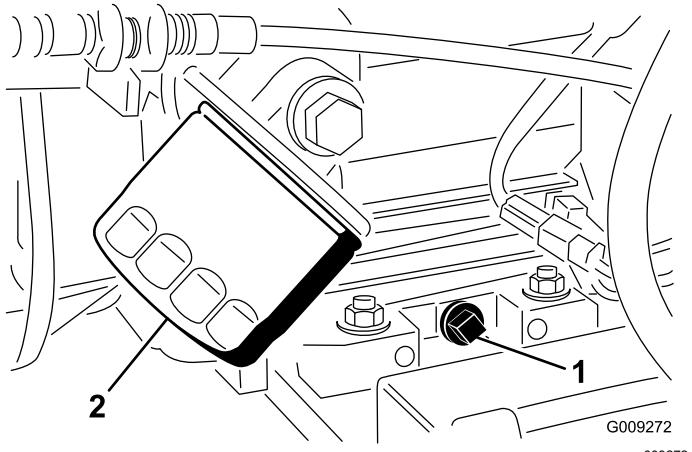

Figure 35
- Placez un grand bac de vidange sous le bouchon de vidange d'huile (Figure 35).
- Retirez le bouchon de vidange et faites couler l'huile dans un bac de vidange (Figure 35).
- Déposez le filtre à huile de son adaptateur (Figure 35).